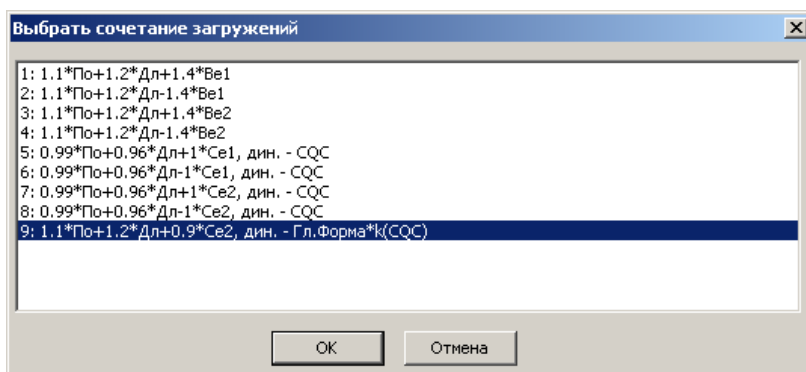

Рис.1.21.7. Окно диалога Выбрать сочетание нагрузок
- В открывшемся окне диалога **Выбрать сочетание нагрузок** выберите из списка сочетание нагрузок №9 (рис. 1.21.7).